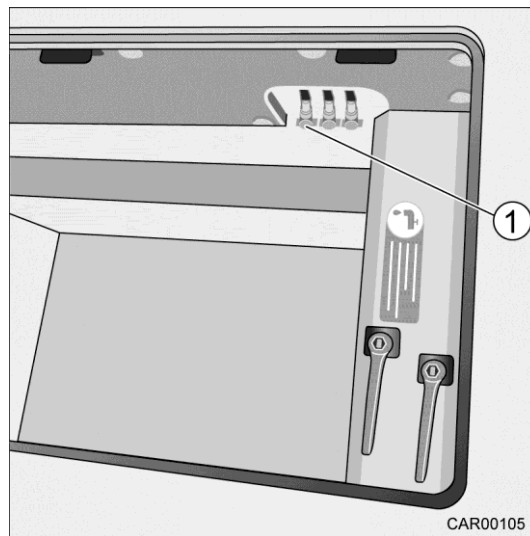

Fig. 155 Robinet de vidange pour diminuer le poids
1. Diminuer le poids sur 50 l et fermer le robinet de vidange (Fig. 155/1).